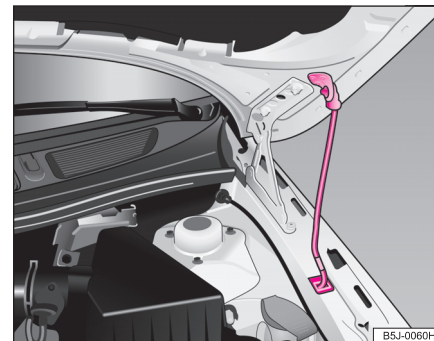

Fig. 143 Asigurarea capotei motorului cu tija de susținere
- Ridicați tija din suport și introduceți-o în orificiul prevăzut pentru aceasta ⇒ pagina 199, fig. 143.